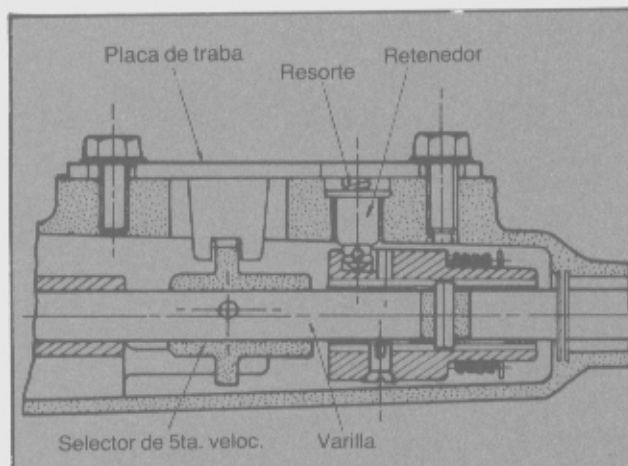

Fig. 44 - Posición de los elementos de traba (vista superior).
- Colocar la placa de traba de tal forma que tome al selector de 5ta. velocidad. Colocar los tornillos de sujeción pero no ajustarlos totalmente (Fig. 44).